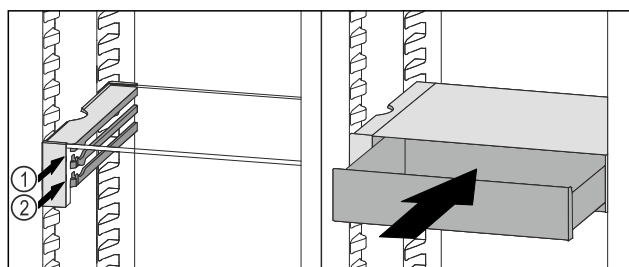

Fig. 124
- Stavite ladicu VarioSafe ukoso iza zaustavljača na željeni žlijeb Fig. 124 (1) ili Fig. 124 (2).